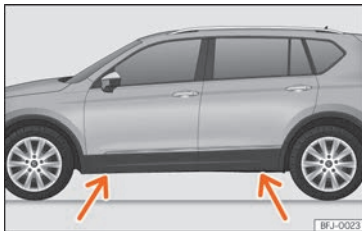

Abb. 37 Aufnahmepunkte für den Wagenheber.
- Suchen Sie am Längsträger die Markierung des Aufnahmepunktes für den Wagenheber (Eindrückung), die dem zu wechselnden Rad am nächsten liegt » **Abb. 37**.